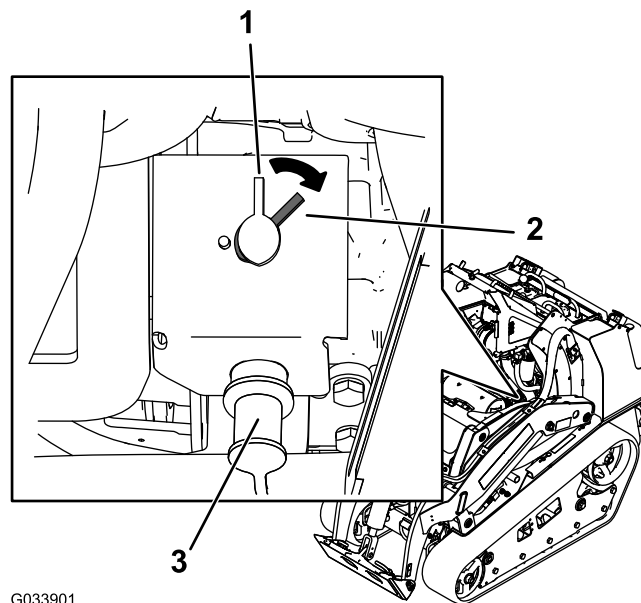

Figura 49
- Per eccitare la macchina elettricamente, ruotate l'interruttore di scollegamento della batteria in senso orario in posizione ON (Figura 49).